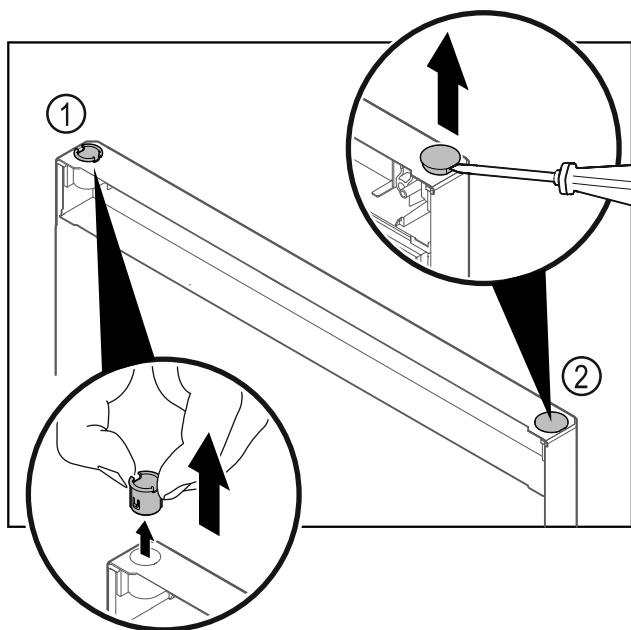

Fig. 19
- Estrarre la boccia cerniera Fig. 19 (1) con le dita.
- Con un cacciavite a testa a intaglio sollevare con cautela il tappo Fig. 19 (2) ed estrarlo.